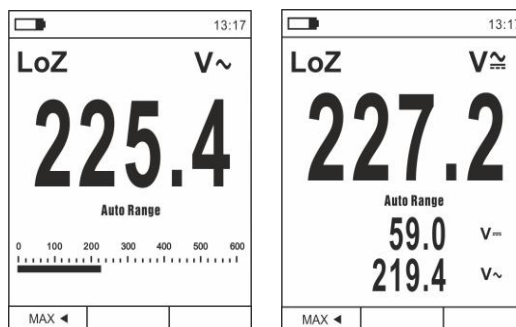

Fig. 10 Beschreibung der Messung von LoZ Spannung
2. Drücken Sie die Taste **MODE/VFD** zu dem Modus „V \sim “ oder „V \approx “ (siehe Fig.10)